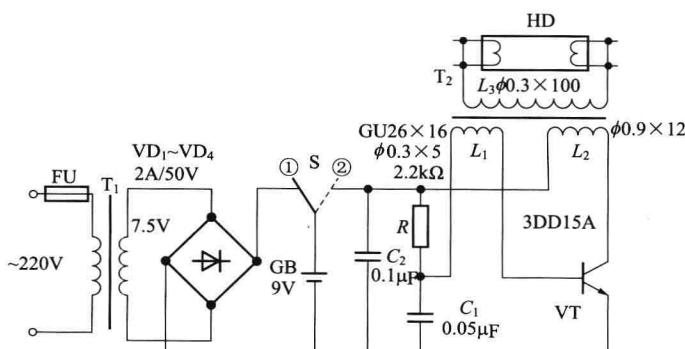

图 1.5 应急照明灯电路
应急照明灯电路如图 1.5 所示。当开关 S 在①的位置时, 220V 的交流电源经变压器 T₁ 降压、VD₁~VD₄ 整流后向蓄电池 GB 充电。当停止交流供电时, 可把开关 S 拨向②的位置, 此时蓄电池向逆变变压器 T₂ 次级输出高压电, 使灯管启辉。逆变变压器采用铁氧体罐形磁心绕制, 规格为 GU26×16。绕制时, 要注意高压绕组 L₃ 的绝缘。电池组可根据条件选用。电源变压器可用 10V·A 铁心绕制。灯管可选用 7W 的 H 形或 U 形节能灯。电路安装无误后, 如通电不起振, 则有可能是反馈线圈接反, 一般来讲, 将 L₁ 两端对调, 即可正常工作。调整 C₁ 的容量可改变振荡频率, C₁ 的容量越大, 振荡频率越低。